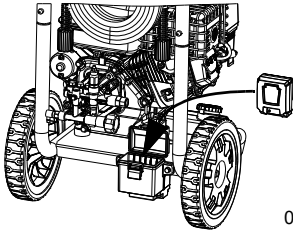

Figura 2-7. Instale la batería
7. Consulte la **Figura 2-7** para instalar la batería.